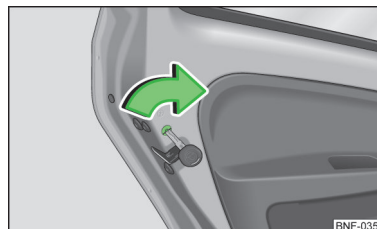

Fig. 10
- Drej sikringens slids med uret » Fig. 10 i den venstre dør og mod uret i den højre dør.